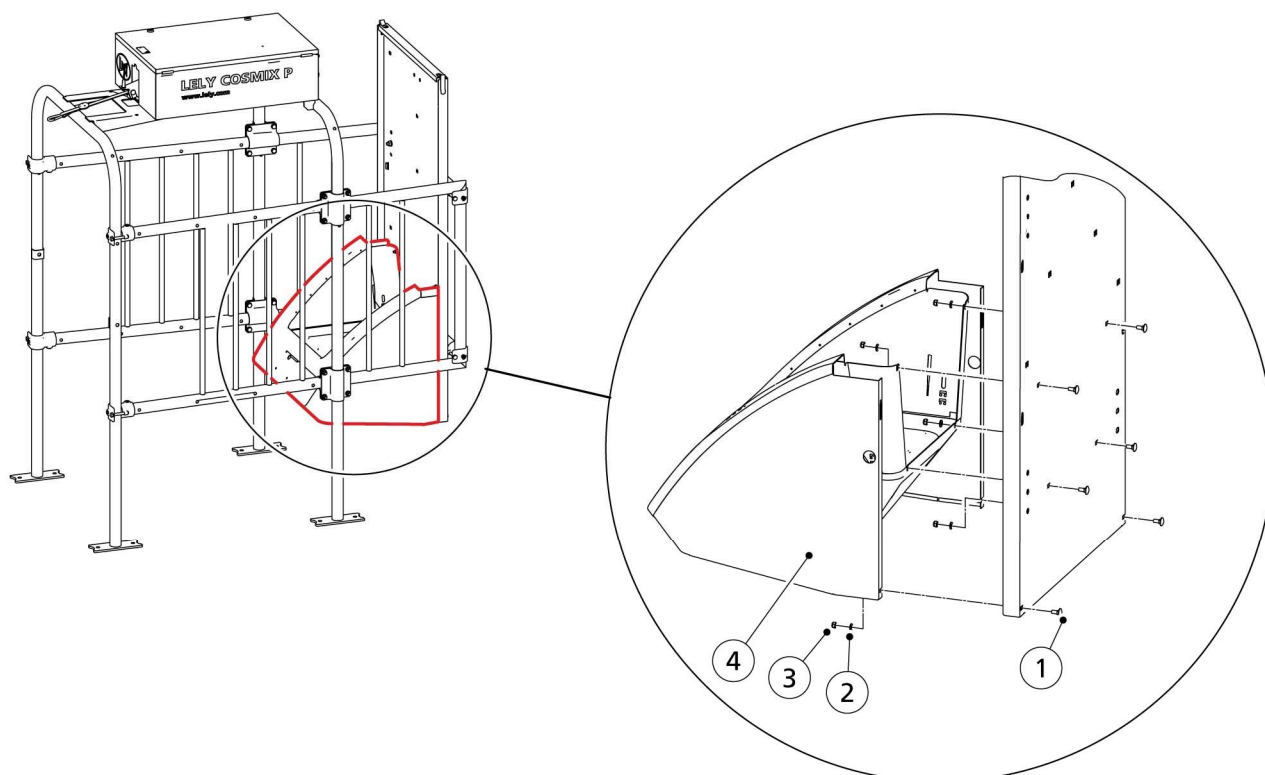

Abbildung 23. Installation des Futterbehälters
1. Montieren Sie den Futterbehälter (4, abb. 23, Seite 5-12) mit den vier Schrauben, Muttern und Unterlegscheiben (3), (1) und (2) an der Frontplatte.